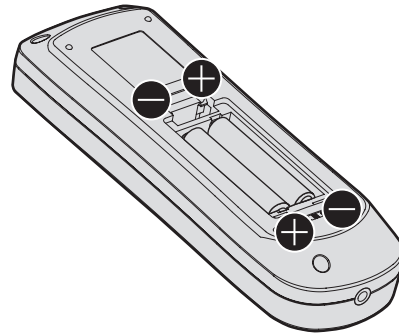

Fig. 2
- 2) **Inserire le batterie e chiudere il coperchio (inserire prima il lato -).** (Fig. 2)